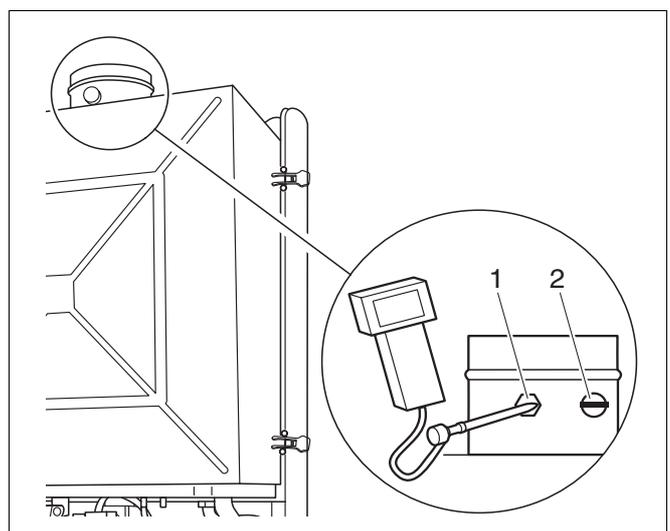

Fig. 28 Punti di misurazione del tubo gas combusti
- Svitare la vite di chiusura (fig. 28) relativa al tratto di raccordo del sistema di aspirazione aria – scarico fumi e riavvitarla dopo aver concluso la misurazione.
Legenda fig. 28: Punti di misurazione del tubo gas combusti